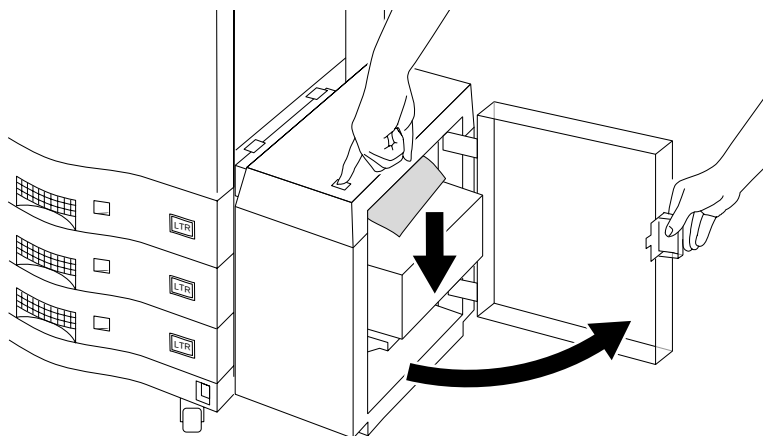

Figura 3-44 Apertura della porta dell'HCI
1. Se il pannello di controllo indica un'iniezione HCI 1 (un errore di presa), aprire la porta HCI come mostrato nella Figura 3-44. Premere il pulsante nella parte superiore dell'HCI per abbassare la pila di carta.